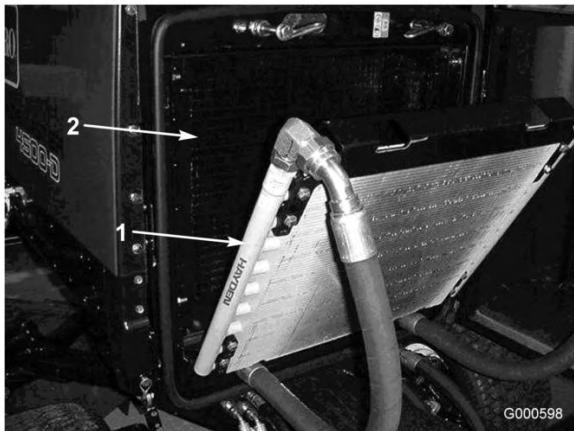

Figura 53
- Incline o refrigerador de óleo para trás. Limpe ambos os lados do refrigerador do óleo e a zona do radiador (Figura 53) com ar comprimido. Comece a partir da parte frontal e sopre os detritos para fora na direcção da parte posterior. Depois, limpe a partir da parte posterior e sopre na direcção da parte frontal. Repita o procedimento várias vezes até remover toda a sujidade e detritos.